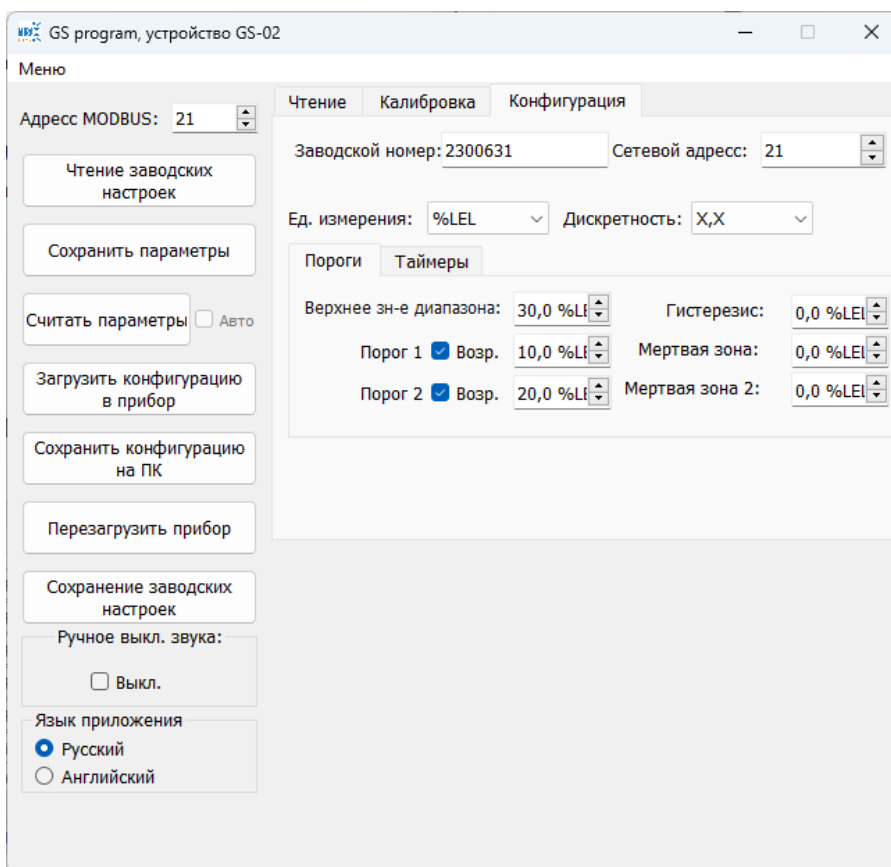

Рис.19 -Конфигурация
1. В рабочем окне «Конфигурации» Рис.19 изменяются параметры прибора.